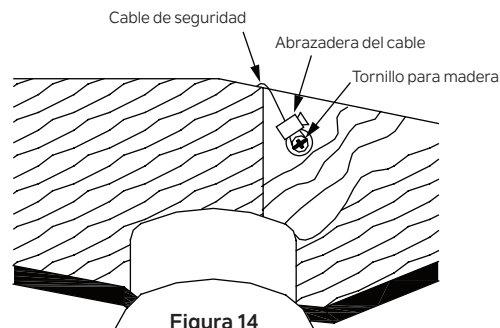

Figura 14
Paso 2. Inserte el cable de seguridad a través del soporte de montaje y uno de los orificios de la caja de salida en el techo. Ajuste la longitud del cable de seguridad para alcanzar el tornillo para madera y la arandela plana tirando del cable adicional a través de la abrazadera del cable hasta que la longitud total sea adecuada. Vuelva a colocar el extremo del cable a través de la abrazadera del cable formando un lazo en el extremo del cable. Apriete firmemente la abrazadera del cable. Ahora, coloque el lazo en el extremo del cable de seguridad sobre el tornillo para madera y debajo de la arandela plana. Apriete firmemente el tornillo para madera. **(Figura 14)**